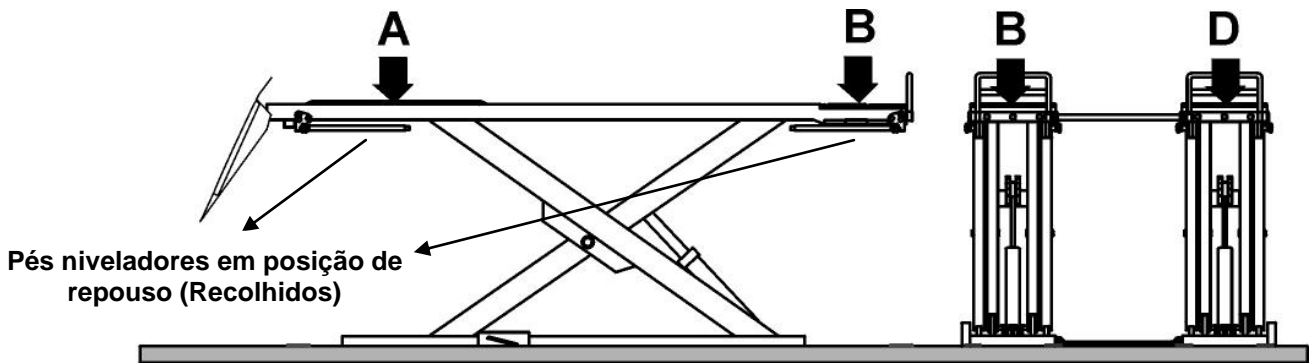

FIGURA 7a
**OBS.: CASO NECESSÁRIO, CORTE A 45° A(S) CALHA(S) DE PROTEÇÃO PARA EVITAR QUE PARTE DA LINHA HIDRÁULICA FIQUE EXPOSTA.**
7. Utilizando uma furadeira de impacto e uma broca para concreto  $\varnothing 3/4"$ , faça os furos no piso guiando-se pelos seis furos de cada base. Certifique-se de que a broca utilizada esteja em boas condições. Consulte a figura 7a;